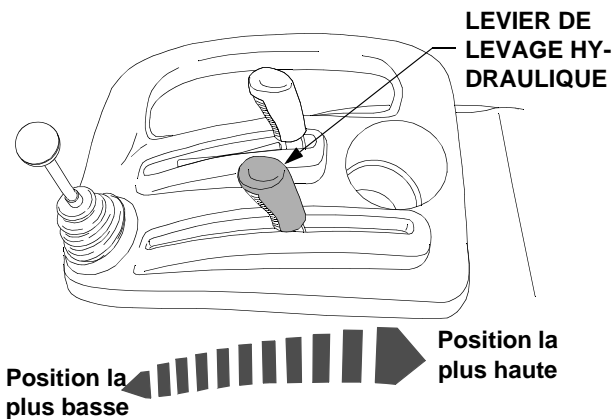

Figure 18
- Poussez le levier en avant dans sa fente, sur une position permettant d'abaisser l'équipement jusqu'à la hauteur voulue. Voir la Figure 18.
- Reculez un peu le levier dans sa fente pour accroître la hauteur de levage de l'équipement. Reculez le levier à fond pour amener l'équipement en position de transport. Voir la Figure 18.